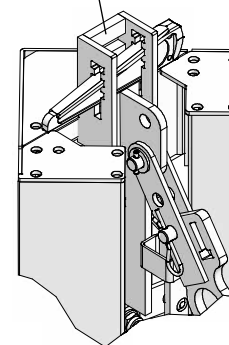

Fig. 54.6 Au moment du bétonnage
1. Insérer la clavette (intégrée) dans la pièce de raccordement pour bloquer l'angle intérieur décoffrant (Point C, Fig. 54.6).
8. Remettre la clavette imperdable en place (Fig. 54.6).